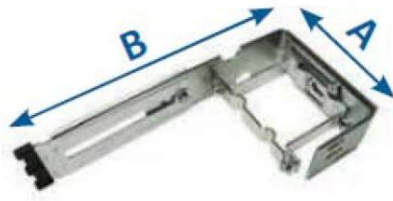

Abb. 1
- 1) Positionieren Sie die Kastenhalterungen (Abb. 1) mit Dübeln von 8 mm Durchmesser (1-2 Stück pro Platte) in einem Abstand von ca. 25-30 cm von den beiden Enden, so dass sie die Ausgleichselemente und die Manövermechanismen der Jalousie nicht behindern. Die Anzahl der Halterungen variiert je nach Breite der Jalousie zwischen 2 und 5 Stück.
- 3) Den Jalousiekasten in die entsprechenden Halterungen einhängen (Abb. 1 - Abb. 2) und ohne Festziehen arretieren, bei mehreren hintereinander geschalteten Jalousien diese entsprechend der richtigen Nummerierung positionieren. Überprüfen Sie, ob der Jalousiekasten auf der Innenseite in der richtigen Richtung mit dem Aufkleber „INNENSEITE“ versehen ist, bei den Lamellen muss die Dichtung nach außen gerichtet sein.
- 1) Positionieren Sie die Halterungen Blende/Kasten (Abb. 1) mit Dübeln von 8 mm Durchmesser (1-2 Stück pro Halterung) in einem Abstand von ca. 25-30 cm von den beiden Enden, so dass sie die Ausgleichselemente und die Manövermechanismen der Jalousie nicht behindern. Die Anzahl der Halterungen variiert je nach Breite der Jalousie zwischen 2 und 5 Stück, bei Blende „Typ 9“ werden die Halterungen zusammen mit der Blende montiert.
- 1) Positionieren Sie die Halterung Blende/Kasten (Abb. 1) mit Dübeln von 8 mm Durchmesser (1-2 Stück pro Halterung) in einem Abstand von ca. 25-30 cm von den beiden Enden, so dass sie die Ausgleichselemente und die Manövermechanismen der Jalousie nicht behindern. Die Anzahl der Halterungen variiert je nach Breite der Jalousie zwischen 2 und 5 Stück, die Jalousie auf der richtigen Höhe abhängig von der Höhe des Pakets positionieren.
- 9) Fahren Sie mit der Montage der Blenden Typ 8 (Abb. 1) zusammen mit den Halterungen fort, bei Doppelblenden montieren Sie die erste und fügen Sie die Blende mit dem speziellen Gelenk zusammen, das von innen nach außen angebracht wird, die Blenden müssen im unteren Teil mit den speziellen Teleskophalterungen arretiert und im oberen Teil mit dem entsprechenden Einschlag verdübelt werden. Die Montage mit den seitlichen Abdeckungen mit Nieten abschließen.